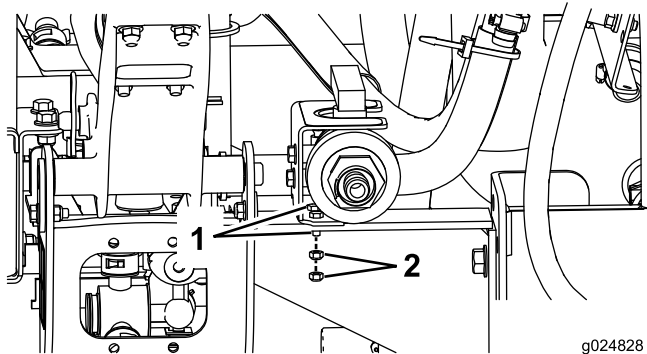

Figure 21
3. Montez le clapet à bille et son support sur la machine au moyen de 2 boulons à tête hexagonale (6 mm) et 2 écrous à embase (6 mm) (Figure 21).